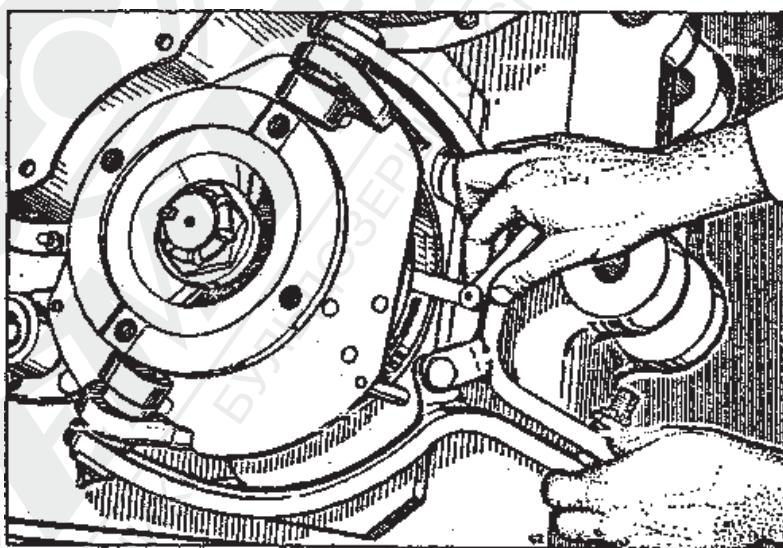

Рис. 2-60. Измерение щупом зазора между фрикционными накладками и прижимным диском.
- вложить щуп толщиной 0,5мм между накладкой фрикционного диска и диском 2 и зажать рычагами 7 /рис. 2-60/.